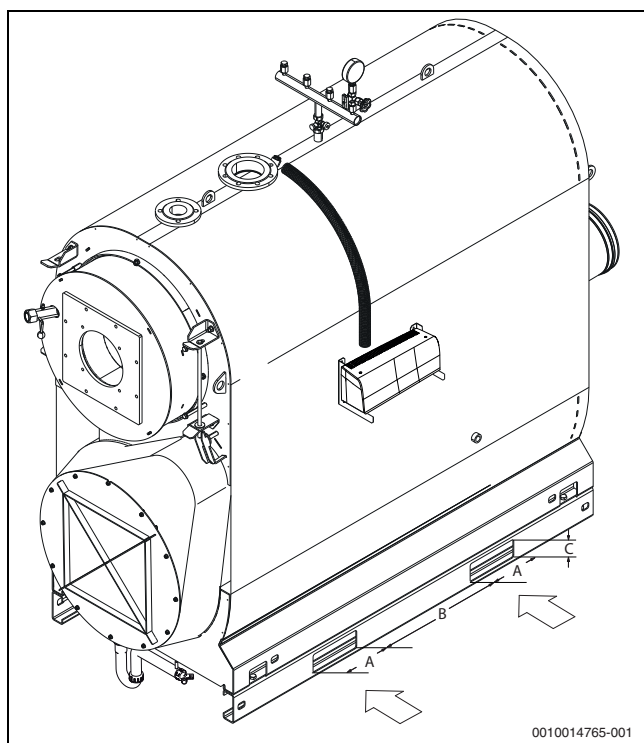

Рис. 5 Транспортировка котла вилочным погрузчиком
- ▶ Вставьте вилы погрузчика сквозь обе балки опорной рамы (→ рис. 5, стр. 13).